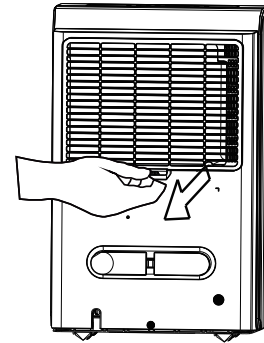

Imagen 14
- Para retirar el filtro, tire de él hacia fuera (Ver Imagen 14).